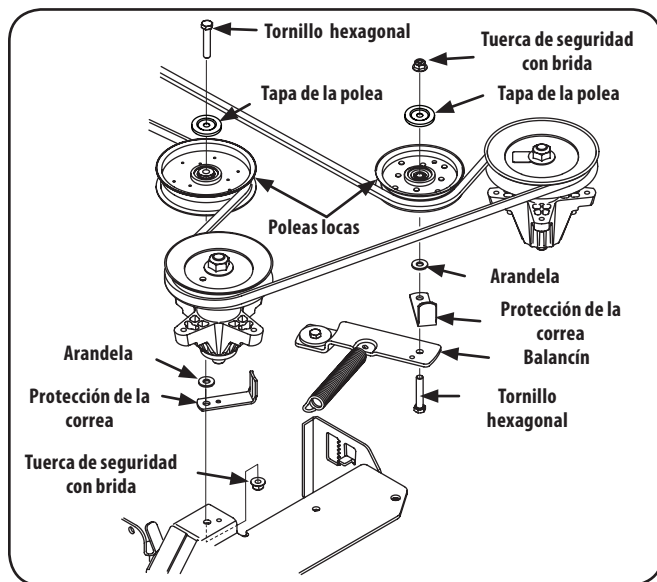

Figura 7-8
3. Extraiga las dos poleas locas, para lo cual debe retirar los tornillos de cabeza hexagonal y las tuercas de seguridad con brida que las sujetan a la plataforma y el brazo de polea loca. Consulte la Figura 7-8. No afloje ningún elemento de ferretería al sacar el tornillo de cabeza hexagonal y la tuerca de seguridad con brida.
6. Coloque la correa alrededor de las poleas locas que extrajo en el paso 3 con el lado "V" orientado hacia adentro. Una vez que todo esté en su lugar, vuelva a colocar los elementos de ferretería y ajuste la tuerca de seguridad con brida para sujetar el conjunto. Consulte la Figura 7-8.